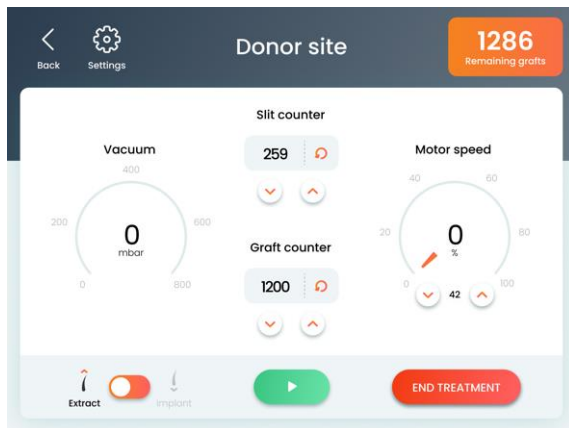

Figura 5-6. Pantalla de tratamiento en área donante
3. Pulse el botón **Confirmar**; aparecerá la pantalla de tratamiento en área donante, como se muestra en la Figura 5-6.